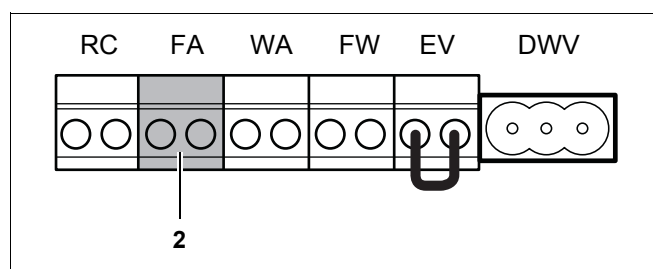

Fig. 31 Regletă – senzor temperatură exterioară (culoare de racord albastră)
- Racordați senzorul temperaturii exterioare corespunzător la borna albastră FA (fig. 31, poz. 2). Folosiți pentru aceasta un cablu de curent electric cu doi conductori de 0,4 până la 0,75 mm² fiecare.